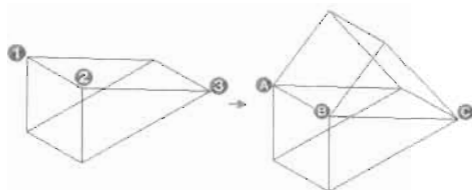

图 14-53
(1) 在视图中随意创建一个楔形体。
(2) 在命令提示行输入 Mirror3d 命令并回车, 然后镜像复制楔形体, 如图 14-53 所示, 命令执行过程如下。